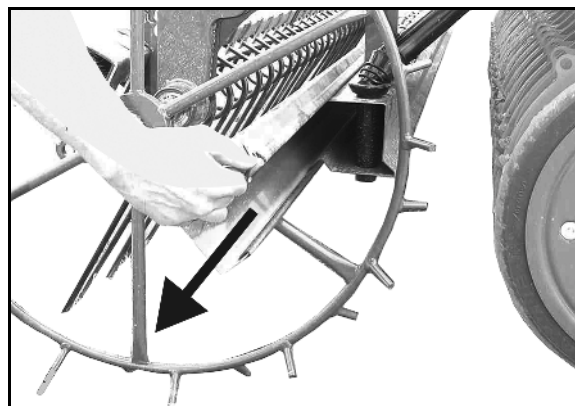

Fig. 35
- o Abdrehkurbel und Abdrehmulden in Transportstellung (Fig. 35 / Fig. 38) bringen.